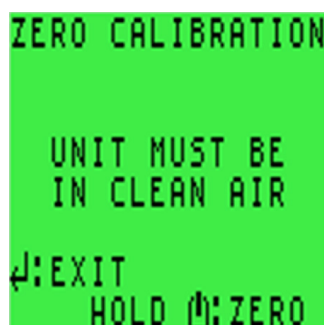

Figura 9-2: Pantalla ZERO CALIBRATION (Calibración cero)
2. Siga pulsando el botón hasta que finalice la autocomprobación y en el visor aparezca ZERO CALIBRATION (Calibración cero), como se muestra en Figura 9-2: Pantalla ZERO CALIBRATION \(Calibración cero\).